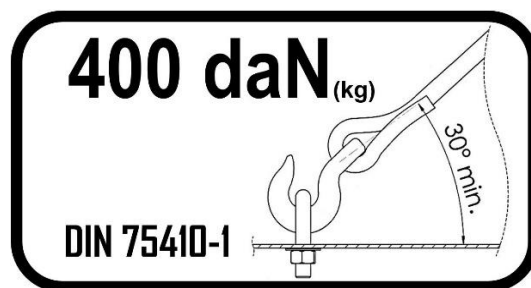

Abb. 2. Belastungsgrundsätze der Befestigungshalterungen
- ✓ Die Ladung soll gegen das Verschieben verzurrt werden. Bei der Befestigung mit den Verzurhaken sind die Grundsätze nach Abb. 2 zu beachten. Die Hakenlast darf 400 kg für Fahrzeuge mit zGG kleiner oder gleich 3,5 t nicht überschreiten.